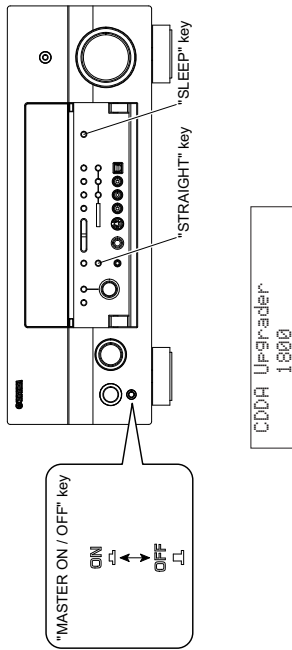

Fig. 17
- 3. Press the "MASTER ON/OFF" key of the main unit while simultaneously pressing the "STRAIGHT" key of the main unit. Then the ADVANCED SETUP mode is activated. (Fig. 17)
- 4. Press and hold the "SLEEP" key for about 3 seconds. (Fig. 17)
- 3. 本機の"STRAIGHT"キーを押しながら"MASTER ON/OFF"キーを押し、アドバンスドセットアップを起動します。(Fig. 17)
- 4. 本機の"SLEEP"キーを約3秒間押し続けます。(Fig. 17)